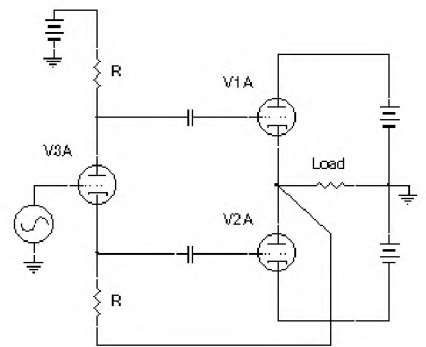

Рис. 24
**Futterman OTL.** В 1954 самоучка из Нью-Йорка Юлий Футтерман предложил схему раскачки SEPP OTL, в которой катодный резистор фазоинвертора был соединен не с землей, а с выходом усилителя (рис. 24). В ней 100%-ная ООС ка-